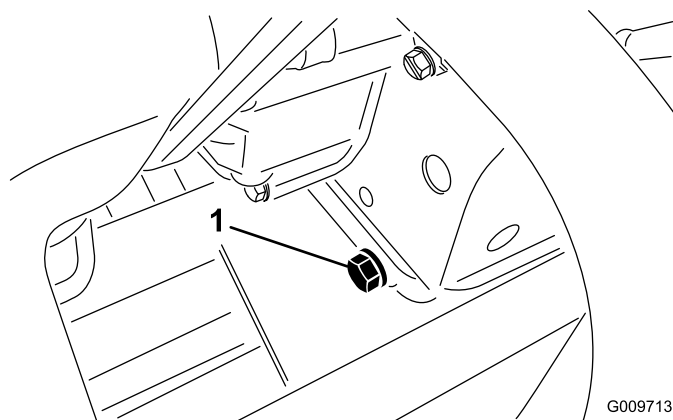

図 58
1. ドレンプラグ（図 58）を外してオイルを容器に受ける。オイルが抜けたらドレンプラグを取り付ける。